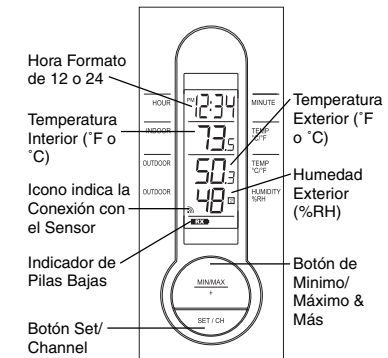

Figura 1
- Estación Inalámbrica (Figura 1)